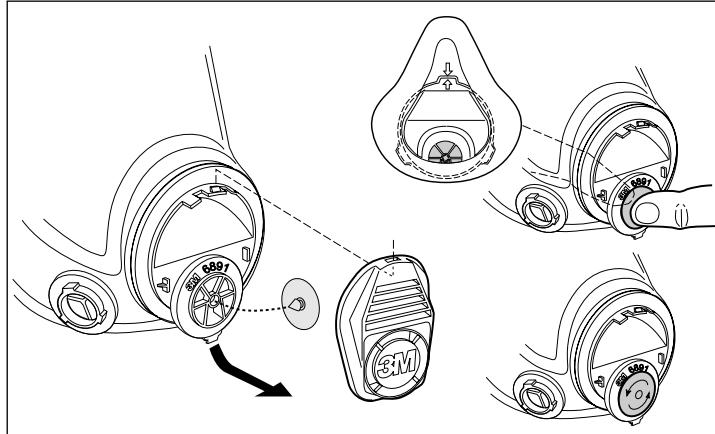

Fig. 10
• Supapa de expirație (Fig. 10)